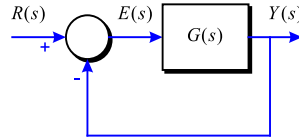

Figura 5-8
**Problema 134** A partir del diagrama de blocs de la Figura 5-8, on: